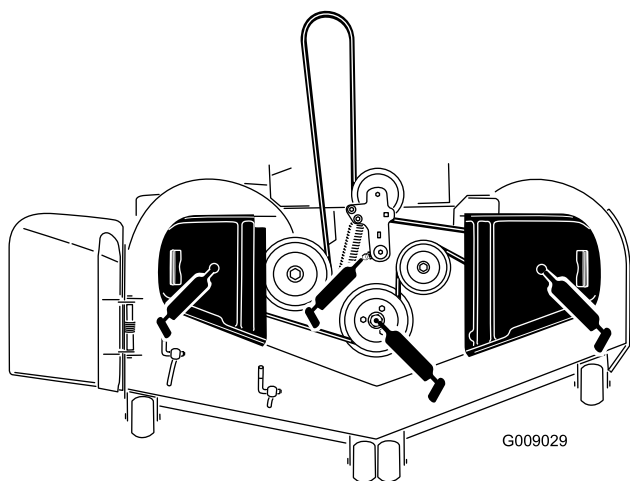

Figure 40
3. Graissez le pivot de la poulie de tension du tablier de coupe jusqu'à ce que la graisse ressorte par le bas (Figure 40).
4. Lubrifiez les roulements des trois axes jusqu'à ce que la graisse sorte par les joints inférieurs (Figure 40).